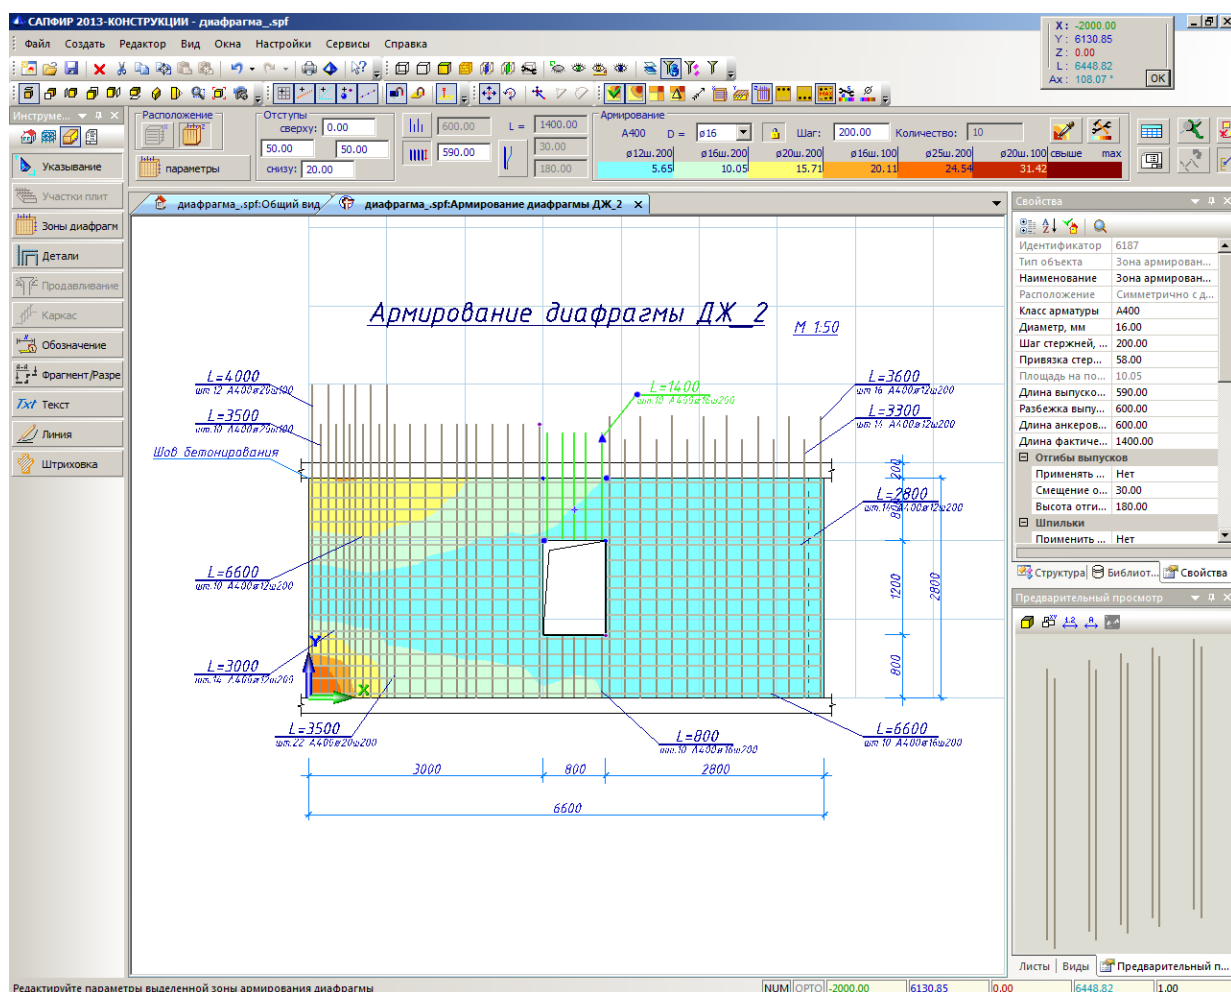

Рис.8.24. Изменение длины выпусков для двух зон.
- На панели свойств инструмента **Зоны диафрагм** введите значение **590мм** в поле редактирования для длины арматурных выпусков (рис.8.24)